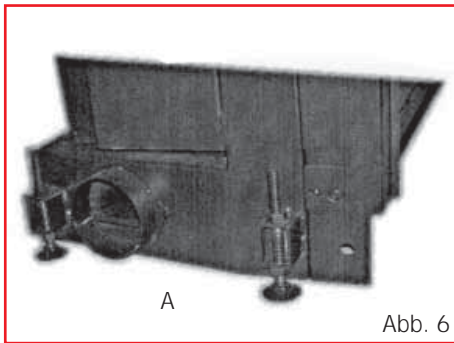

Abb. 6
DIE CRISTAL dürfen nur in Räumen montiert werden, in denen eine ausreichende Zufuhr von Verbrennungsluft vorhanden ist. Für einen einwandfreien Betrieb des Kaminofens ist es unbedingt erforderlich, dem Feuerraum die Verbrennungsluft durch ein Rohr bis zu den entsprechenden, an den Seitenteilen und hinter dem Kamin vorgesehenen Lufteintritten zuzuführen. Er ist mit einem Verbindungsstück (A) mit 12,5 cm Durchmesser ausgestattet, das an dem Lufteintritt, der benutzt werden soll, anzubringen ist (Abb. 6). Die Verbindung nach draußen muss einen durchgehenden Nutzquerschnitt von mindestens 125 cm² über ihren gesamten Verlauf beibehalten. Die zum Anschluss des biegsamen Rohrs zum Durchlauf der Verbrennungsluft nicht benutzten Stutzen müssen mit einem Deckel verschlossen bleiben. Falls die Luftmenge gering ist, und der Typ des Gebäudes, in dem der Kamin installiert ist, besonders luftdicht ist, wird es auf jeden Fall erforderlich sein, einen zusätzlichen Lufteintritt von 120 cm² (\varnothing 12,5) anzubringen.